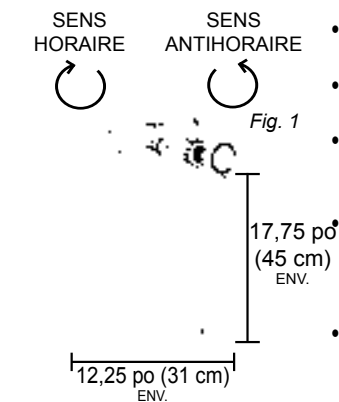

Fig. 1
- Connectez le tuyau du régulateur à la bonbonne de gaz propane (Fig. 1)